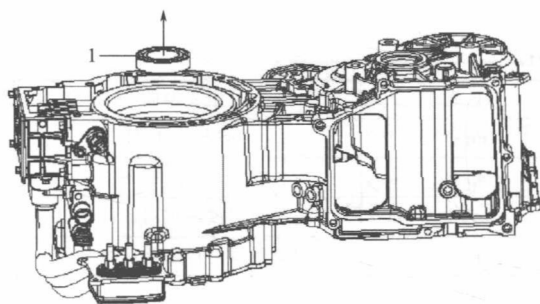
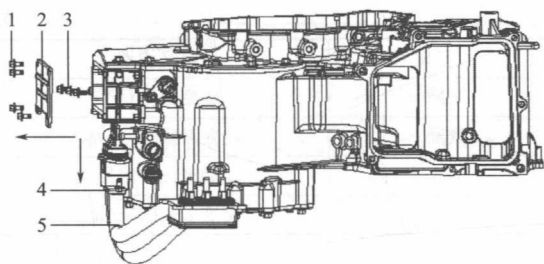

图 1-1-10
图 1-1-11
③ 当后箱体轴承需要维修时，先对电动机端盖进行拆卸，然后拆卸电动机转子。
④ 将后箱体放入 120℃ 的烤箱中加热 30min, 将轴承 1 取出, 装入新的轴承 (图 1-1-10)。
⑤ 装上电动机转子, 再安装电动机端盖。
(7) 三相动力线束拆卸与安装
① 拆卸前。将电动机平置于专用的工作台上, 使其平稳放置, 确保拆分时的电动机安全。
② 拆卸维修。
b. 用扳手将固定接线盒盖的 M6×12 法兰面螺栓 1 拧下, 取下接线盒盖 2, 由于之前装端盖时在接合面处涂抹了密封胶, 因此在盖板拆下后要对电动机内部进行清洁, 不得让异物掉入电动机内部; 将三相动力线束和接线座的螺栓 3 拧下。将固定三相动力线束法兰的 M6×12 法兰面螺栓 4 拧下, 拔出三相动力线束 5 进行维修 (拔出时注意不要损坏三相动力线束), 如图 1-1-11 所示。